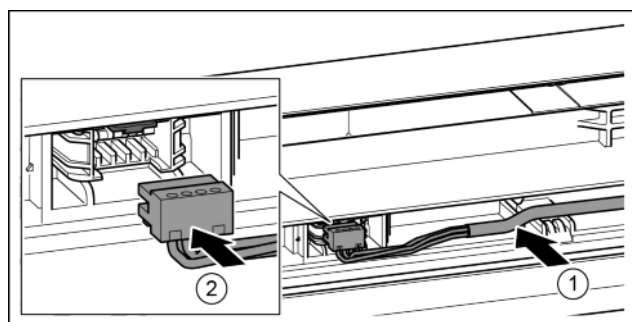

Fig. 43
- ▶ Introduceți cablul gri în ghidaj, în ușa superioară. *Fig. 43 (1)*
- ▶ Fixați fișa în poziție. *Fig. 43 (2)*